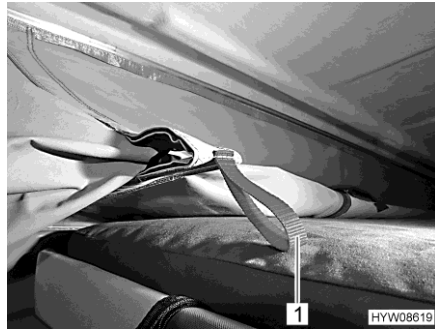

Bild 62 Indragningsanordning
- Dra tältduken inåt med hjälp av de röda remmarna (Bild 62,1) på indragningsanordningen.